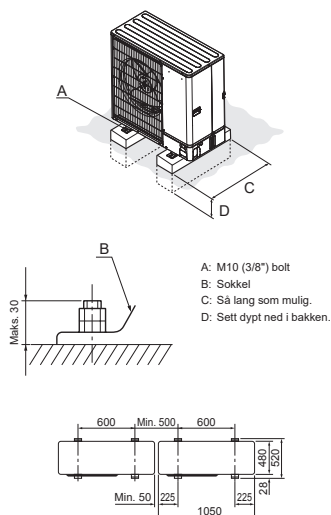

Fig. 4-1
- Sørg for å montere enheten på et solid, plant underlag. Det vil forhindre klapprelser under drift. (Fig. 4-1)